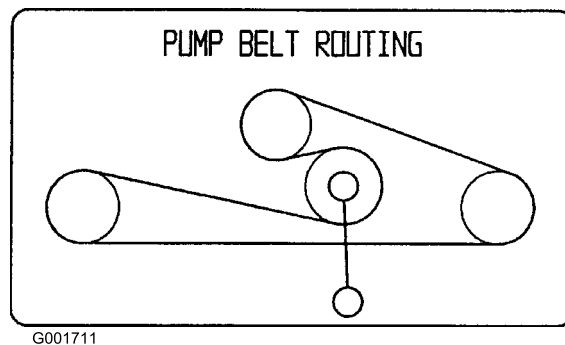

Figura 56
1. Tire hacia abajo de la polea tensora tensada con muelle, y retire la correa de tracción de las poleas del motor y de la bomba hidráulica (Figura 56). Retire la correa de entre las poleas.
2. Instale la correa nueva alrededor de las poleas del motor y de la bomba hidráulica (Figura 56).
3. Tire hacia abajo de la polea tensora y alinéela debajo de la correa de tracción. Libere la presión en la polea tensora tensada con muelle (Figura 56).